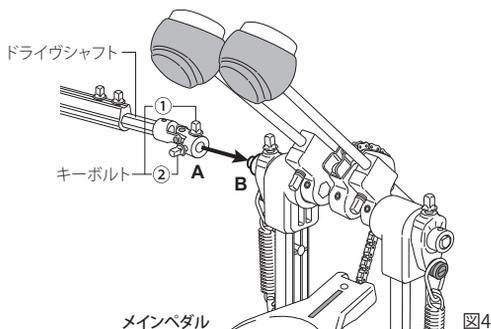

図 4
メインペダルの左側とサブペダルの右側にある接続部 (突起部) (B) に、ドライブシャフトのジョイント部 (A) を接続します。その際、サブペダルは突起部の平らな面が上にくるようにフットボードの角度を設定します。最後に付属のドラムキーで①、②の順番でしっかりと締めてください。逆の順番ですとドライブシャフトが正しく固定されないことがあります。(図 4, 5)。